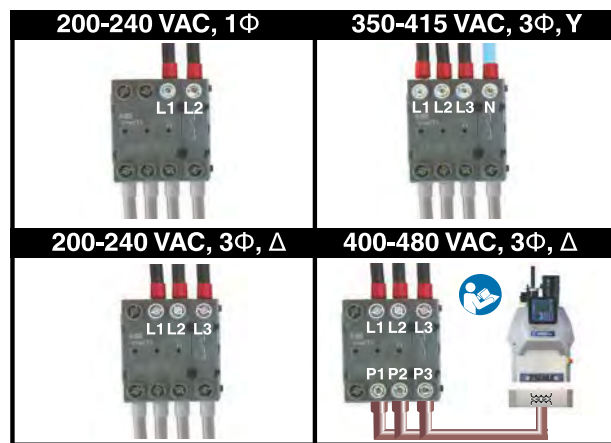

FIG. 14
7. Conecte los cables de alimentación como se muestra en la FIG. 14. No todos los modelos usan 4 cables.